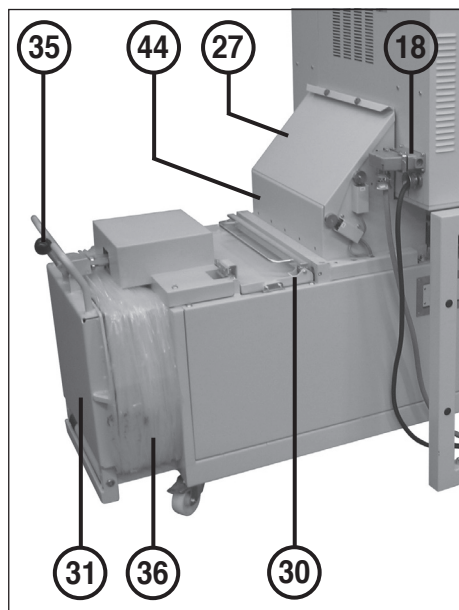

fig. 2
Si le compartiment dans l'entonnoir (44) (fig. 2) est complètement rempli de documents en raison d'un bourrage dans l'orifice d'introduction et si la machine a été arrêtée par le soulèvement du volet de protection (27) (fig. 2). Le voyant de contrôle (13) « Bourrage sortie » **clignote**.
a) l'interrupteur général (1) est enclenché,
b) le commutateur de verrouillage (2) est déverrouillé,
c) la barre d'arrêt d'urgence (14) est tirée en arrière et
d) l'élément de commande du verrouillage du fin de course (19) est inséré dans le fin de course du compacteur (fig. 2).